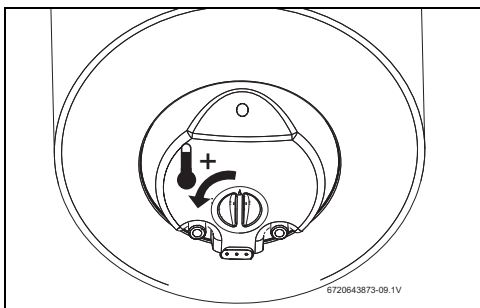

Fig. 10 Aumentar a temperatura
- ▶ Posicionar o termóstato na posição máxima de temperatura, rodar o seletor de temperatura para a esquerda até ao batente (→Fig. 10).